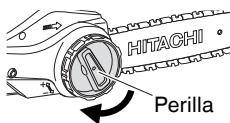

Fig. 9
- (3) Gire la perilla una vez para fijarla temporalmente. (Fig. 9)